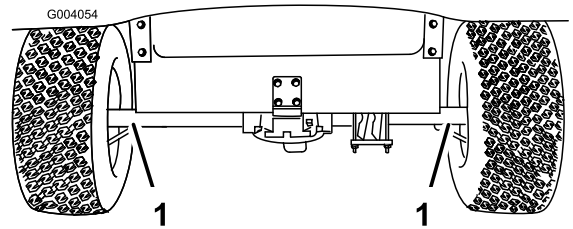
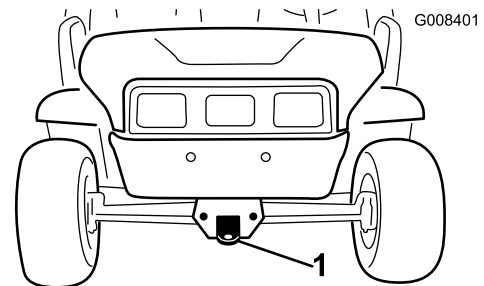

図 21
図 22
2. 前フレームのトングにロープなどの牽引索を取り付ける図 22。
長距離を運ぶ場合にはトレーラを使用してください。必ず確実に固定して輸送してください。ロープがけのポイントについては図 21 と 図 22 を参照してください。